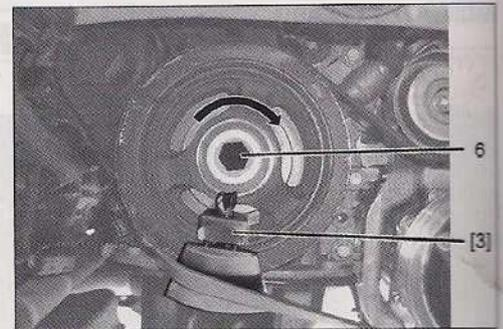

FIG. 11
- Por medio del tornillo (6), girar en el sentido horario la polea (Fig.11).